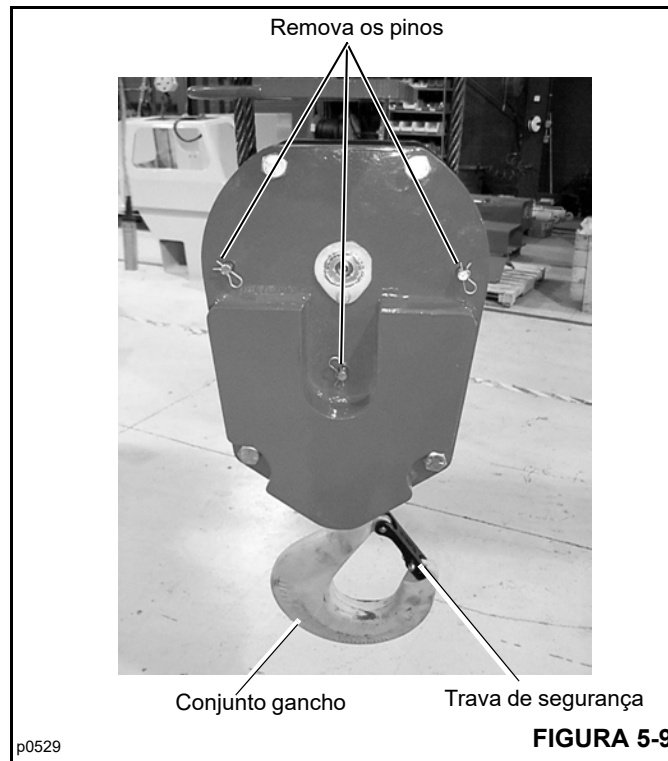

FIGURA 5-9
Verifique se a trava de segurança do conjunto do gancho (Figura 5-9) não está danificada.
4. Remova os três pinos como indicado na Figura 5-9.
1. Remova os três pinos e o conjunto do gancho do conjunto do moitão. Consulte Figura 5-9.